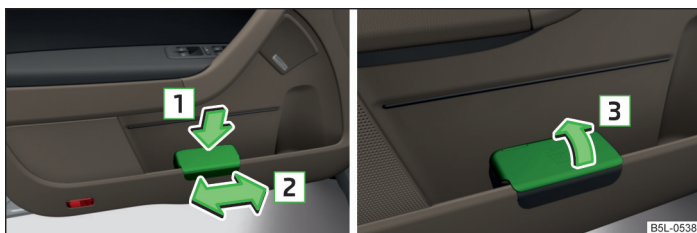

Fig. 65 Recipientul pentru reziduuri: introducerea sau deplasarea / deschiderea
- Împingeți recipientul pentru reziduuri în partea posterioară în sensul săgeții  » fig. 65.
- Scoateți recipientul pentru reziduuri în sens contrar săgeții  » fig. 65.
- Deschideți recipientul pentru reziduuri în sensul săgeții  » fig. 65.